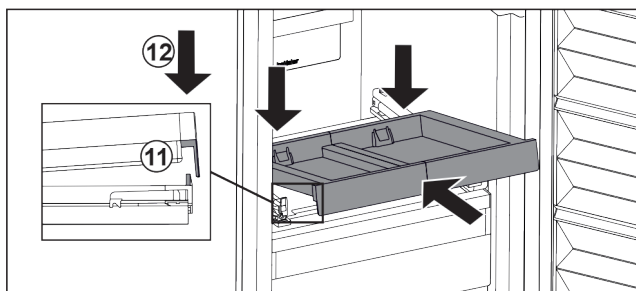

Fig. 195
- Gurnite ukoso. Pazite na to da je na obje strane graničnik iza jezička. Fig. 195 (11)
- Spustite izvlačnu ploču naprijed. Fig. 195 (12)